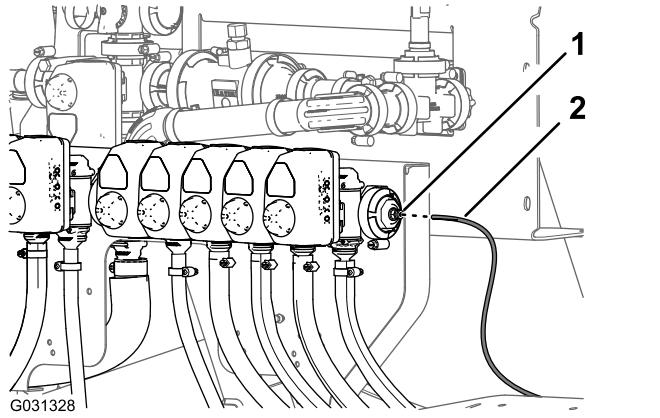

Bild 145
1. Fluchten Sie das Ende des Druckmessschlauches (Kunststoff) für das Druckmanometer im Armaturenbrett mit dem arretierenden Stellring der Schlauchkupplung aus (Bild 145).
2. Setzen Sie den Messschlauch in den arretierenden Stellring ein, bis er fest sitzt (Bild 145).